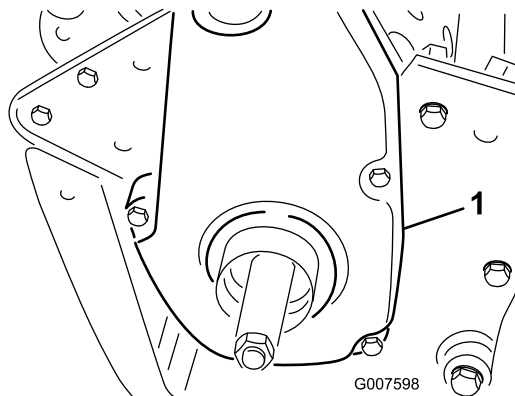

Figura 50
6. Retire la cubierta de la correa trasera del lado derecho de la máquina (**Figura 50**).